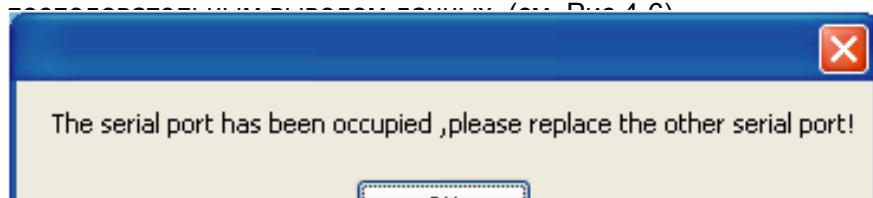

Рис.4-6
8) Если выбранный порт с последовательным выводом данных недоступен, на экране открывается окно с предупреждением об ошибке и оповещением о необходимости замены порта (см. Рис. 4-6).